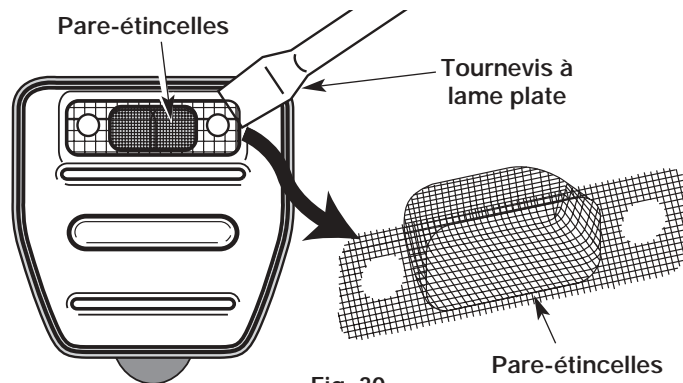

Fig. 30
4. Soulevez soigneusement le pare-étincelles de son trou à l'aide d'un petit tournevis à lame plate (Fig. 30). Retirez le pare-étincelles du silencieux.
5. Nettoyez le pare-étincelles à l'aide d'une brosse métallique. Remplacez-le s'il est endommagé ou si vous n'arrivez pas à le nettoyer complètement (Fig. 30).